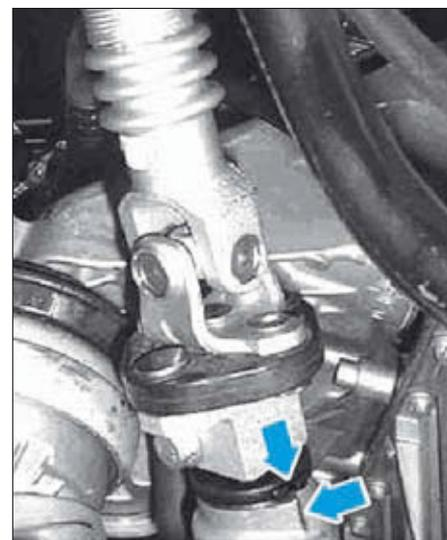

FIG. 4
- Vérifier la position médiane du boîtier de direction (Fig.4). Le repère de la colonne de direction doit coïncider avec celui du boîtier de direction.